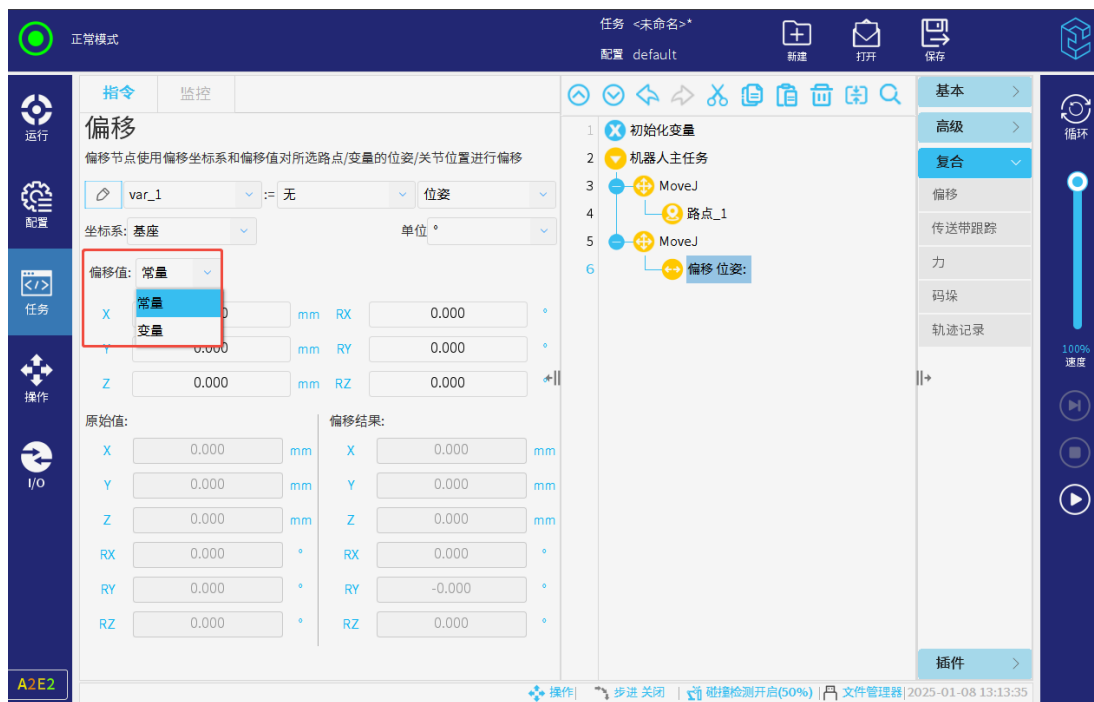

图 3-121: 指定偏移值
- 指定偏移数据值为常量值或是变量值，如图 3-121 所示。